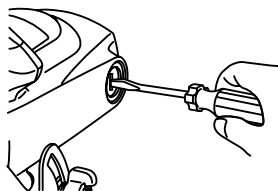
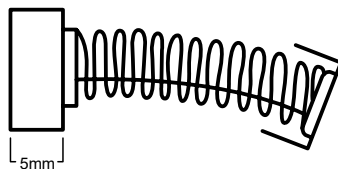

FIGURA 6.1
FIGURA 6.2
- Para inspecionar, use uma chave de fenda para remover as tampas dos porta-escovas quando acessível (figura 6.1). Troque-as quando estiverem com desgaste que impossibilite o funcionamento do produto ou 5mm, conforme figura 6.2. Após feche as tampas dos porta-escovas.